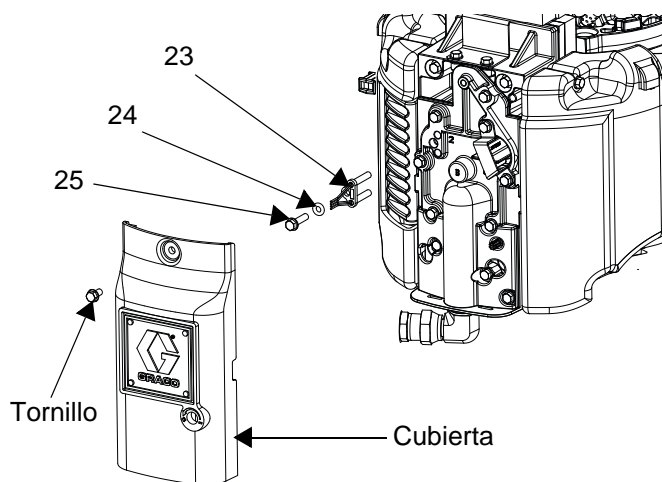

Fig. 87: Instalación del sensor interruptor de lengüeta
- i. Retire los tornillos de la cubierta de la válvula para extraer la cubierta. Consulte la FIG. 87.
- j. Instale el sensor interruptor de lengüeta (23). Ajuste con el tornillo de 1 pulgada (255 mm) (25) y la junta tórica (24) suministrada.